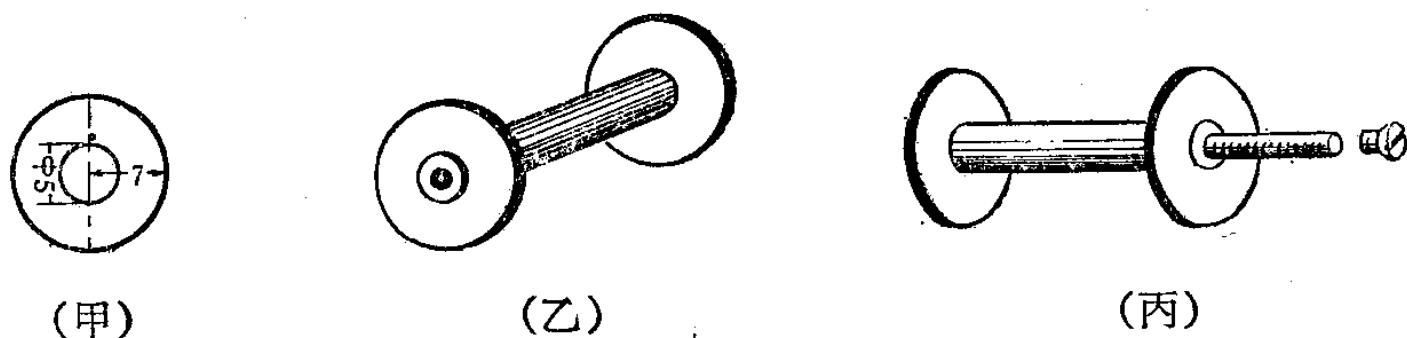

图 9-34
6. 綫圈: 先用层压板或塑胶板按图 9-34 (甲)做两片。在鉄心上
涂好胶水,裹上一二层絕緣紙,把两片塑胶片套在絕緣紙上,如图 9-34 (乙)。干后,在鉄心一端的螺孔里装一只 2 毫米的螺絲釘,把头鋸掉,如图 9-34 (丙),然后夹在手搖钻的钻卡里,就可直接用直径 0.05 毫米左右的漆包綫繞綫圈,繞滿为止,綫圈內阻最好在 250 欧姆左右。